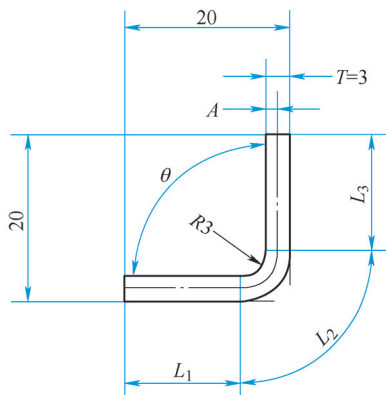

图3 钣金折弯分析
1) 结合三维软件和 $K$ 、 $Y$ 值的设定，对钣金折弯进行分析，如图3所示。
从图3中可以看出，板材在折弯过程中，折弯部分发生了挤压和拉伸变形，当 $\theta=90^\circ$ 时， $L_2$ 就是1/4弧长。展开料的尺寸 $L=L_1+L_2+L_3$ 。其中， $L_1=20-T-R=14$  (mm)； $L_3=20-T-R=14$  (mm)； $L_2=(R+A)\pi/2$ ， $R=T$ ，所以 $L_2=(T+A)\pi/2$ 。则 $L=L_1+(T+A)\pi/2+L_3$ 。
2) 运用前述方法一和方法二计算图3的展开料尺寸。方法一： $L=20+20-1.645\times3\times1=40-4.935=35.065$  (mm)；方法二： $L=17+17+1\times1=35$  (mm)。
继续参考图3，如果内角 $R\neq$ 板厚， $\theta\neq90^\circ$ ，那么 $L_2=(R+A)\pi/2=R\pi/2+A\pi/2=R\pi/2+A\pi T/(2T)=R\pi/2+K\pi T/2=(R\pi/2+YT)\theta/90$ 。